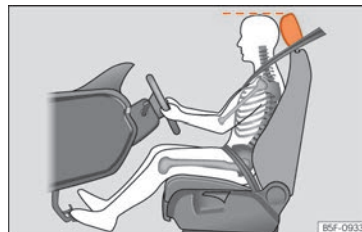

Abb. 86 Die richtige Kopfstützeinstellung des Fahrers.
- Stellen Sie die Kopfstützen so ein, dass die Oberkante der Kopfstütze sich möglichst auf einer Linie mit dem oberen Teil Ihres Kopfes befindet » **Abb. 86.**